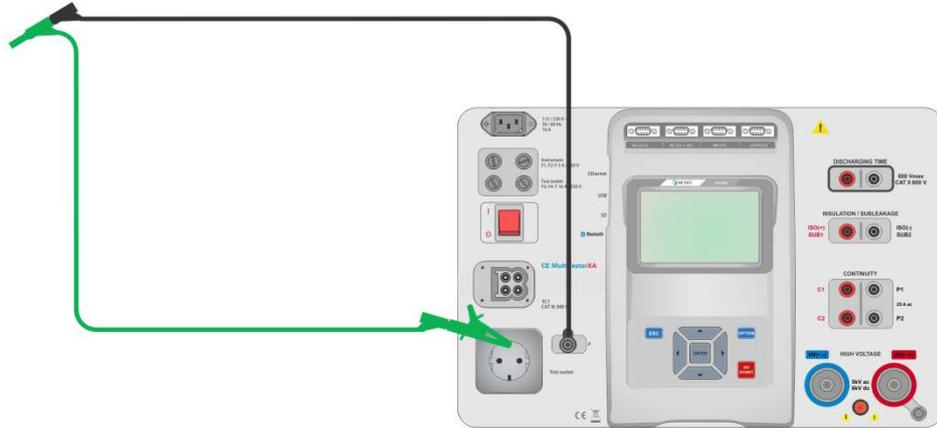

Figure 6.20: Fils de test en court-circuit
- Connectez les fils de test à l'instrument et court-circuituez les fils de test ensemble, voir *Figure 6.20*.